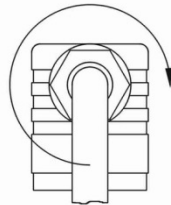

Fig. 11
- Pousser l'intérieur ⑧ jusqu'à encliquetage dans la boîte de raccordement ②.
- Enficher la vis centrale ⑥ dans la boîte de raccordement ② et serrer le passe-câble à vis ⑤ M16x1,5 (→ Fig. 11).